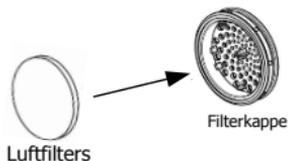

Abb. 12-1
(1) Hängen Sie den Luftfilter an der Filterkappe an, wie in Abb. 12-1 dargestellt.